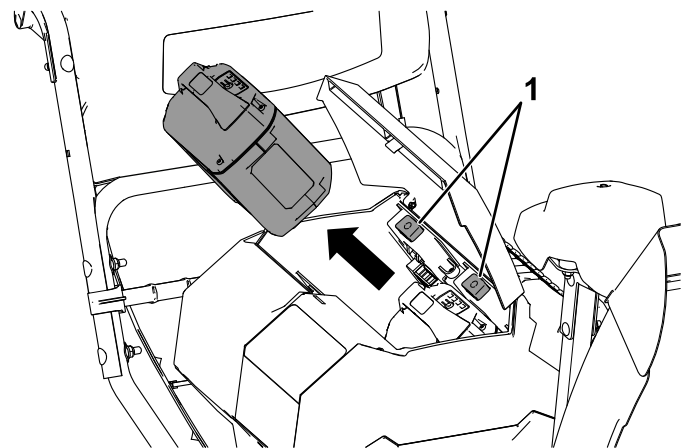

Figura 26
2. Presione el cierre de la batería para liberar la batería y retírela (Figura 26).